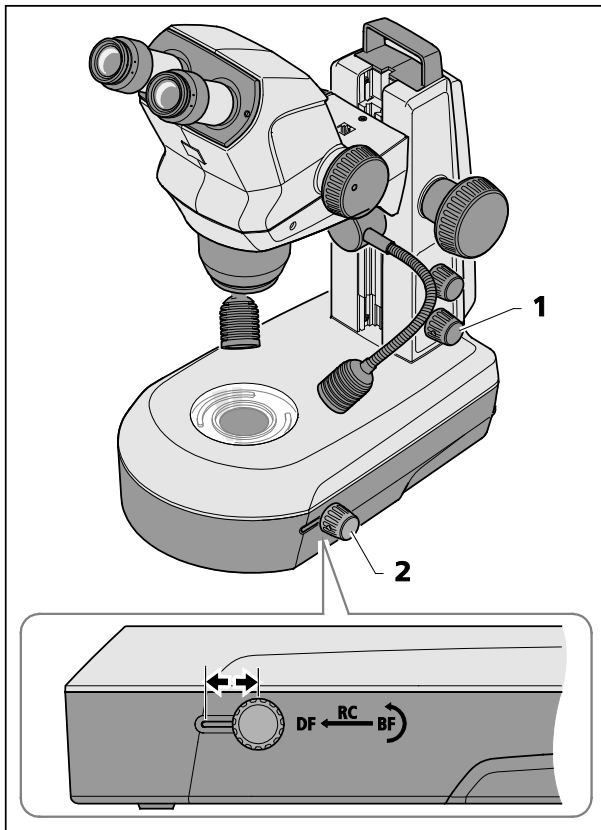

Bild 21 Durchlichteinheit im Stativ K LAB
- Durch Drücken auf den unteren Drehknopf (Bild 21/1) Durchlicht einschalten.
- Durch Schieben des Dreh-/Schiebeknopfes (Bild 21/2) in die hintere Stellung Hellfeld (BF) einstellen.
- Durch Drehen des Dreh-/Schiebeknopfes (Bild 21/2) den Klar- oder diffusen Spiegel einschwenken bzw. den Kippwinkel verstellen.
- Durch Verschieben des Dreh-/Schiebeknopfes (Bild 21/2) in die vordere Stellung wird auf Dunkelfeld-Beleuchtung (DF) umgeschaltet.
- ☞ Durch Verschieben des Dreh-/Schiebeknopfes (Bild 21/2) in eine mittlere Position und durch Kippen des Spiegels werden Schräglichte (RC) erzeugt.